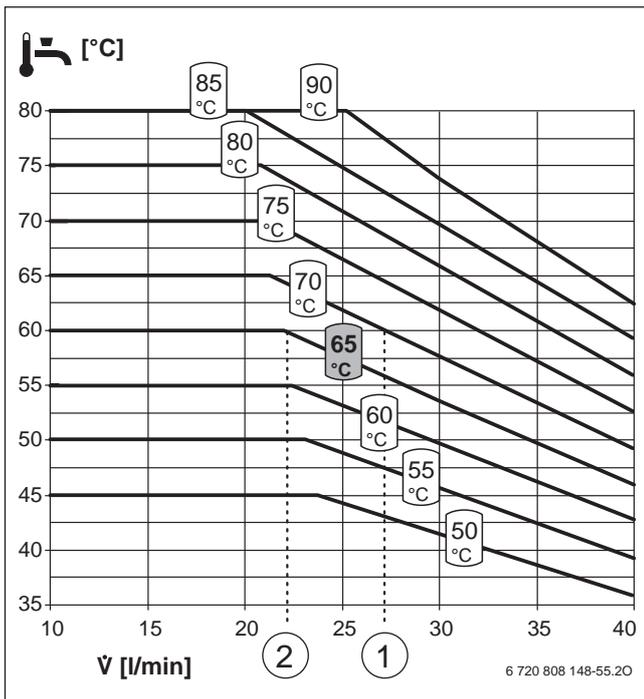
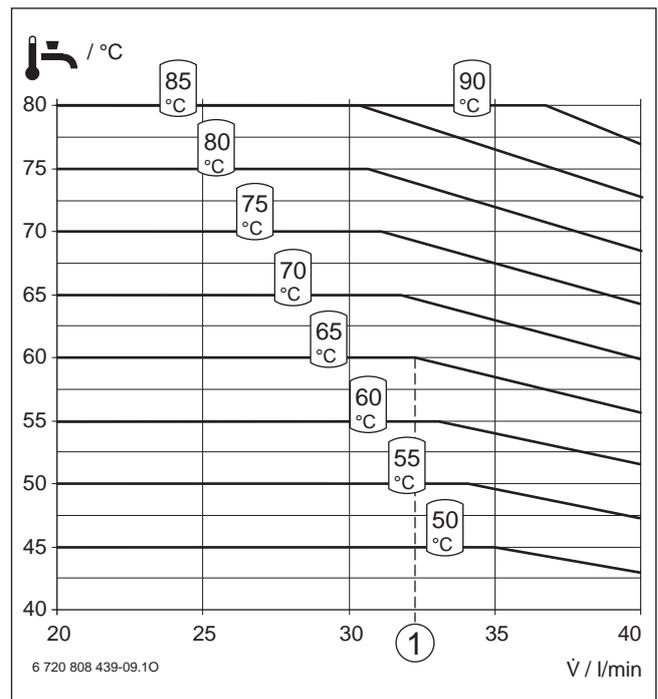

Bild 26 Temperaturverhalten FS27/3 E
Bild 28 Temperaturverhalten FS40/3 E
- Bei 70 °C Vorlauftemperatur kann die Frischwasserstation Logalux FS27/3 E eingesetzt werden (→ Bild 26, [1]).
- Bei 65 °C Vorlauftemperatur wird mit der Logalux FS27/3 E nur eine Zapfleistung von ca. 22 l/min erreicht (→ Bild 26, [2]). Es muss deshalb eine Frischwasserstation Logalux FS40/3 E eingesetzt werden. Damit wird eine Spitzenzapfleistung von ca. 32 l/min erreicht (→ Bild 28, [1]).